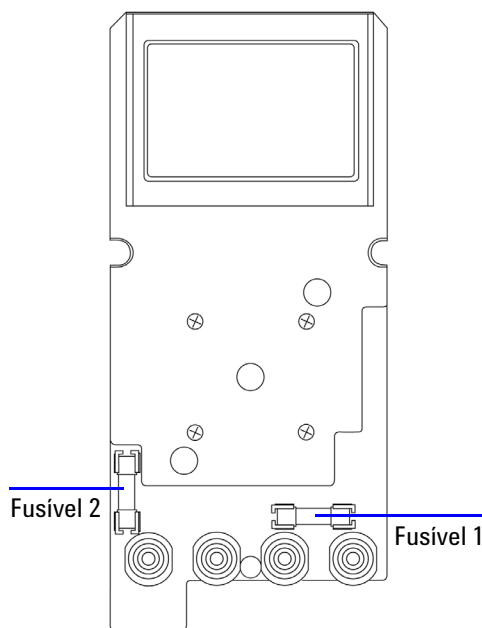

Figura 6-3 Troca do fusível
- 4 Retire a placa de circuito como na **Figura 6-3**